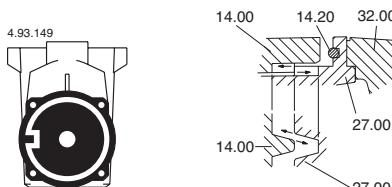

Fig. 6 Rainure pour le montage corps de pompe (14.00) - couvercle diffuseur (27.00).
**Au remontage du moteur avec la roue faire attention que la clavette de guidage dans le corps de pompe (14.00) s'insère dans la rainure sur le couvercle diffuseur (27.00) (fig. 6).**